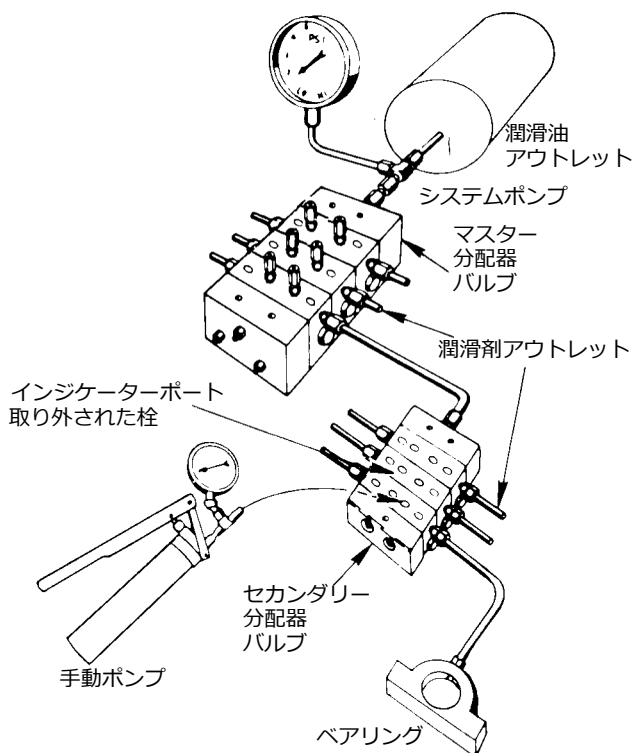

図 14
6. 手動ポンプを順次セカンダリー分配バルブの各指示計ポートに設置しゆっくりポンプを運転します(図 14)。高圧がある場合、詰りが特定されました。**潰れたライン、きつい軸受、不正にドリルされた取り付け金具および潤滑剤インレットのポートを探してください。必要に応じ、直します。**